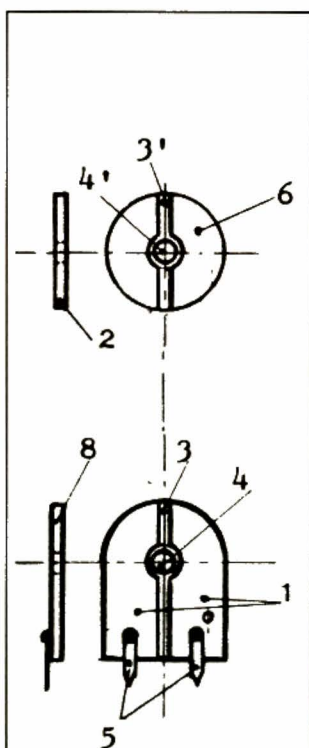

Figure 1
En définitive, la réalisation comporte plusieurs condensateurs sous-jacents qui donnent chacun une quantité variable dont la valeur finale est celle que nous exploitons. La figure 1 représente les différentes parties du système. Les surface (1) sont cuivrées et le raccordement s'effectue par les pattes (5). La fente (3) isole électriquement les parties cuivrées. Le perçage (4) est au diamètre de l'axe qui serre l'ensemble. Celui-ci comporte également le diélectrique (2) et la rondelle (6). Cette dernière comporte aussi deux secteurs cuivrés et est mobile en rotation. Vous avez maintenant presque tout compris. L'assemblage du tout peut se faire à l'aide d'une vis isolante, ce qui donne au condensateur une résiduelle